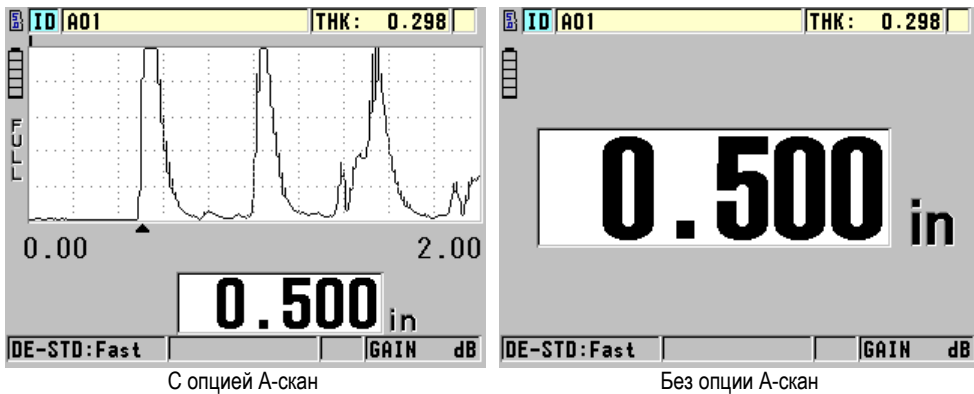

Рис. 5-12 Получение значения толщины
3. Снимите показания толщины объекта контроля (см. Рис. 5-12 на стр. 70).